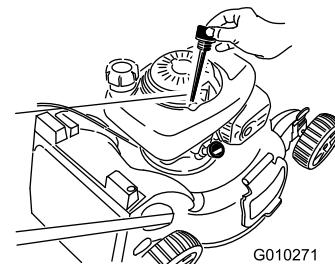

Figura 39
3. Retire la varilla (Figura 39).